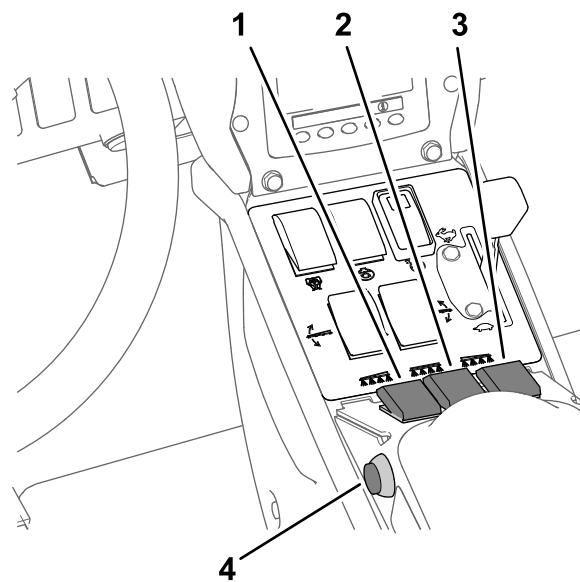

Figure 41
- Placez le(s) interrupteur(s) de section en position ACTIVÉE (Figure 41).
- Conduisez à la vitesse voulue, puis réglez la commande générale des sections en position MARCHE pour commencer la pulvérisation (Figure 41).
- Placez la commande générale des sections en position ARRÊT; voir Figure 41 sous Pulvérisation en mode débit d'application (page 38).
- Placez les interrupteurs des sections individuelles en position ACTIVÉE; voir Figure 41 sous Pulvérisation en mode débit d'application (page 38).
- Conduisez à la vitesse voulue puis réglez la commande générale en position MARCHÉ pour commencer la pulvérisation; voir Figure 41 sous Pulvérisation en mode débit d'application (page 38).